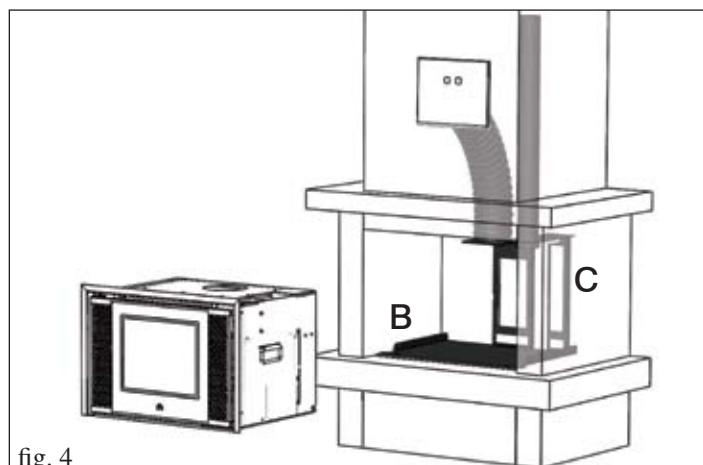

fig. 4
- Installare la piastra di base (**B**) del kit nella posizione che dovrà avere INPELLET 49 (fig. 4).